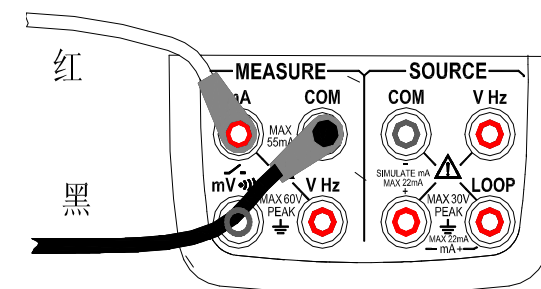

图10. 测量直流电流
直流电流的连接方法（图10）
- 步骤三：如图10连接测量引线到被测设备的测量端。